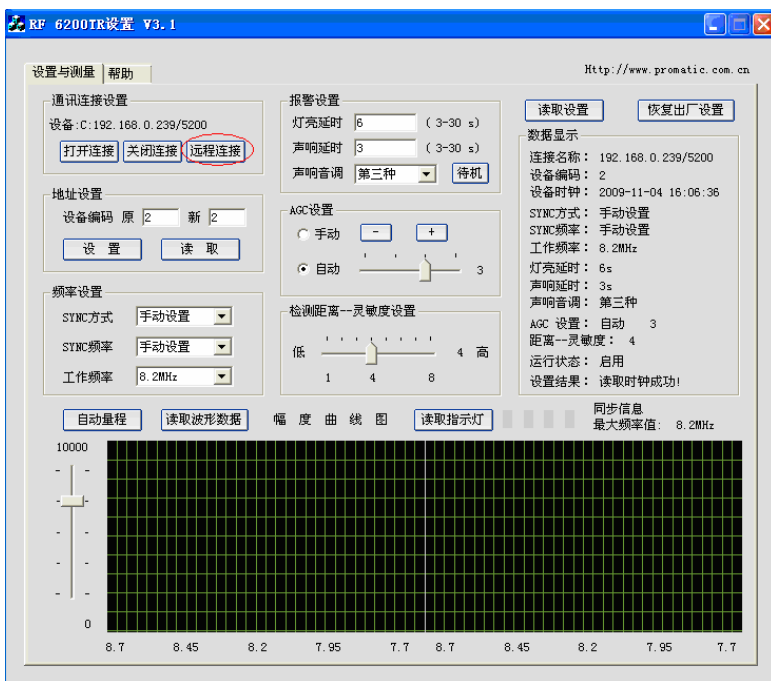

图 30
1、参照上述“网络版 RF MONO EAS 调试工具软件使用方法”，确保调试软件与设备连接通讯正常后，点击调试软件界面中的“远程连接”，如图 30 所示：